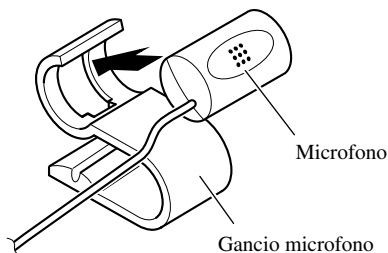

Fig. 16
1. Installare il microfono sul gancio microfono. (Fig. 16)